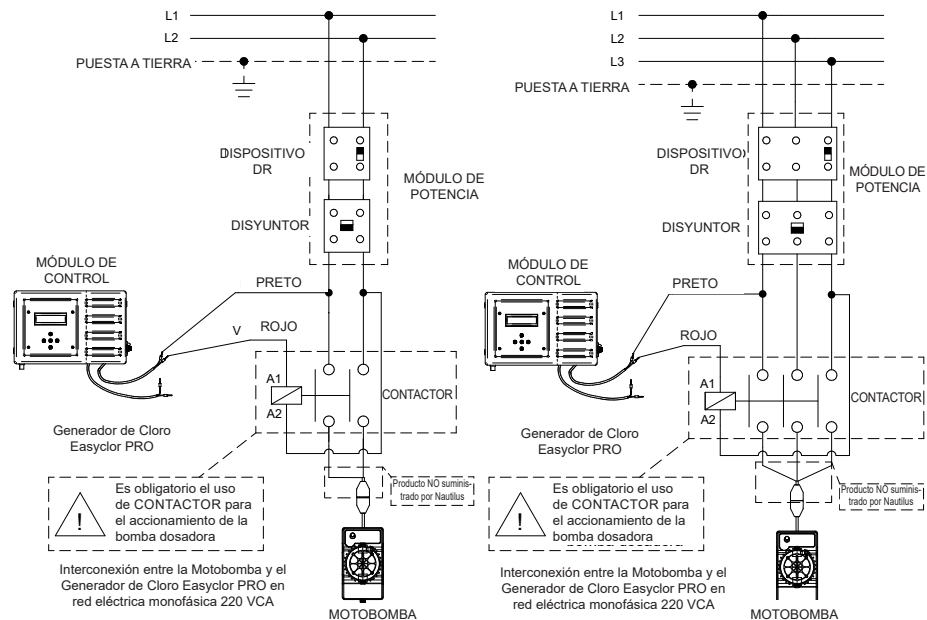

Figura 16
2. Para la instalación de la bomba dosificadora controlada por el Generador de Cloro, el instalador debe identificar en su módulo de control los cables con las arandelas “B”. El **cable negro** debe ser alimentado por una fase de la red eléctrica y el **cable rojo** debe ser conectado directamente al contactor de la bomba dosificadora. Cabe mencionar que siempre se debe respetar la tensión de alimentación de la bomba dosificadora. El principio de funcionamiento es el mismo mencionado anteriormente para la conexión de la motobomba, como se muestra en la figura 16.